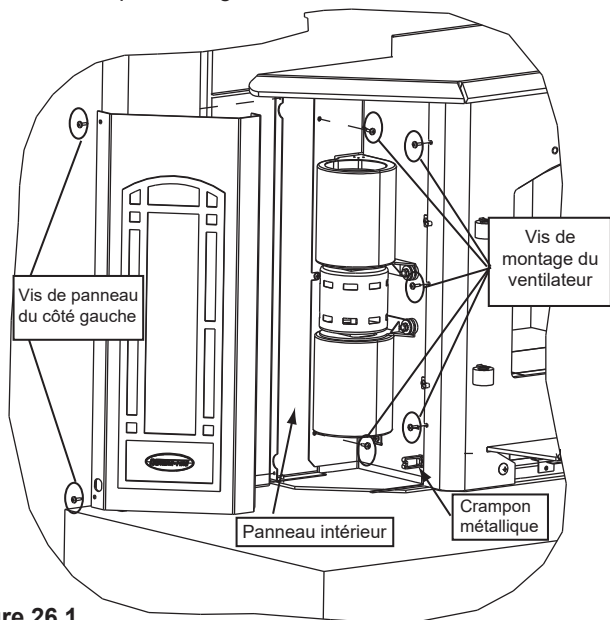

Figure 26.1
2. Glissez le montage du ventilateur avec le ventilateur fixé derrière la face et sécurisé avec les 5 vis fournies, 3 sur le côté droit et 2 sur le côté gauche (**Figure 26.1**).